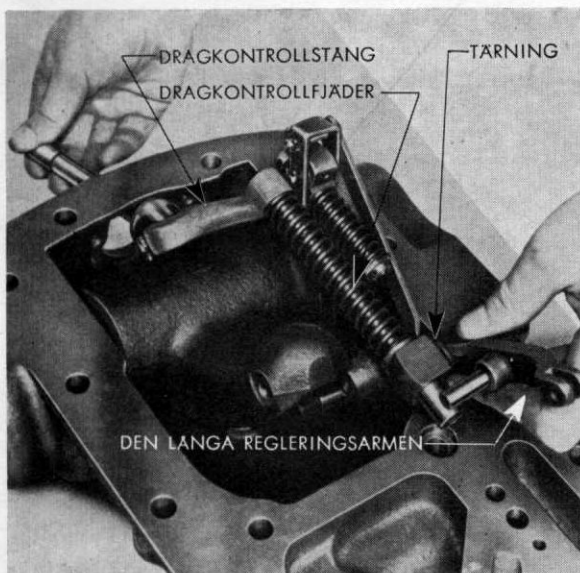

Fig. 34. Montering av dragkontrollänkaget på bakaxelhusets lock.
8. Placera hela dragkontrollen i locket så att kontrollfjädersn plunge sticker ut genom bakre kanten av locket och så att "tärningen" är vänd in mot mitten av bakaxelhuset. (Se Fig. 34.)